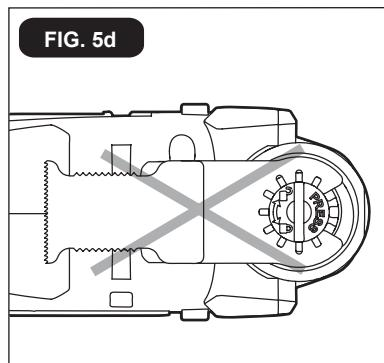

FIG. 5d
**WAARSCHUWING** Het mes mag nooit achterwaarts worden bevestigd, aangezien gebruik in deze positie ernstig letsel kan veroorzaken. (FIG 5d)